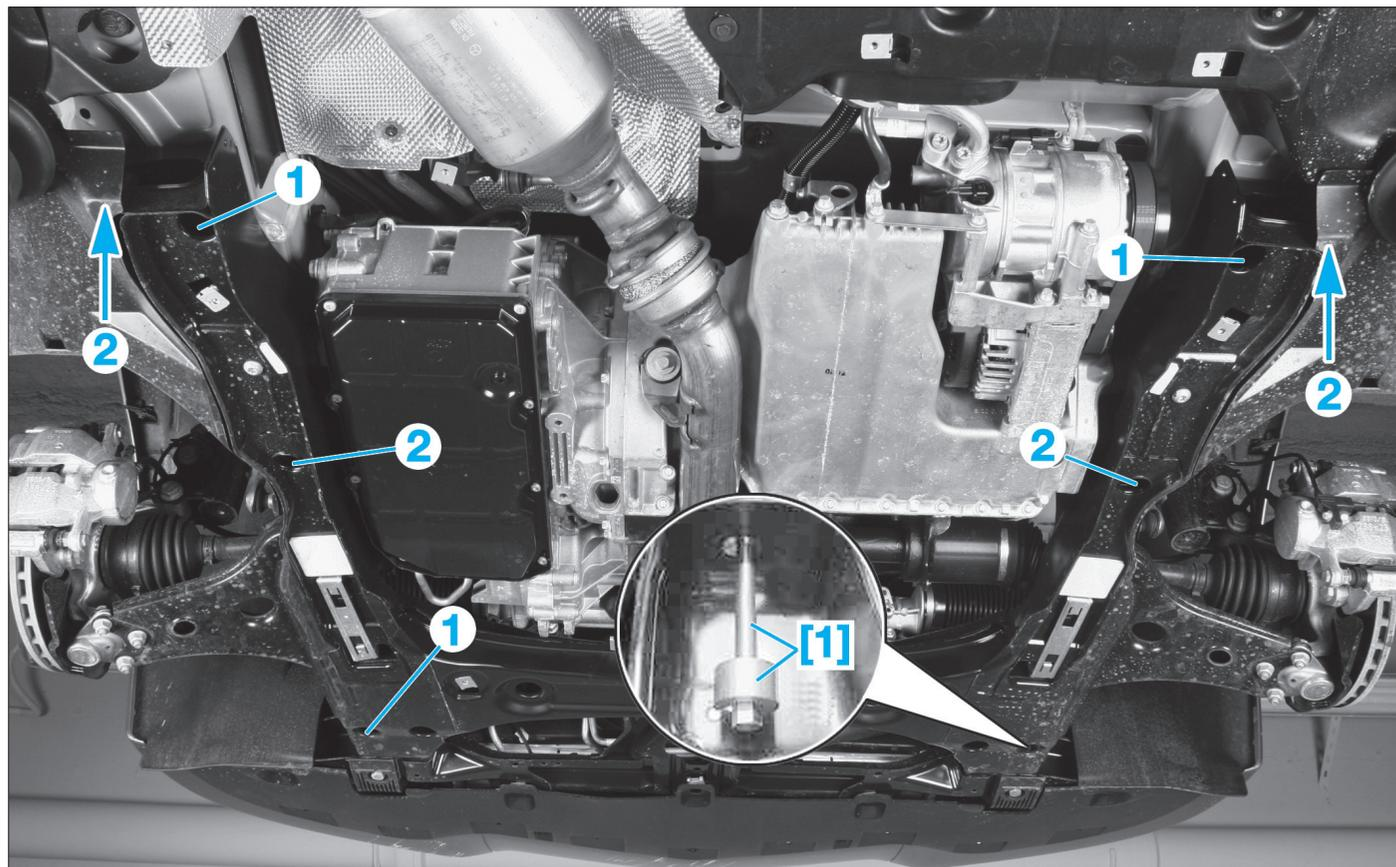

FIG. 37
- [1]. Vis de retenue de berceau (ref. 169 589 00 62 00) (Fig.37).
- déposer les 4 vis (1) de fixation du berceau (Fig.37),